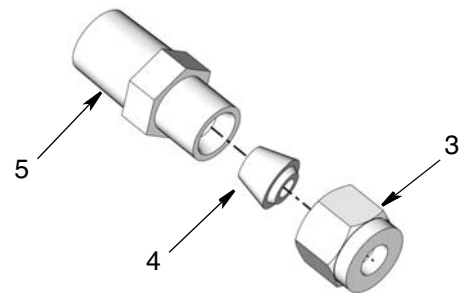

ABB. 2
3. Setzen Sie die Rohrmutter (3), die Rohrhülse (4) und das Rohranschlussstück (5) lose zusammen (ABB. 2).